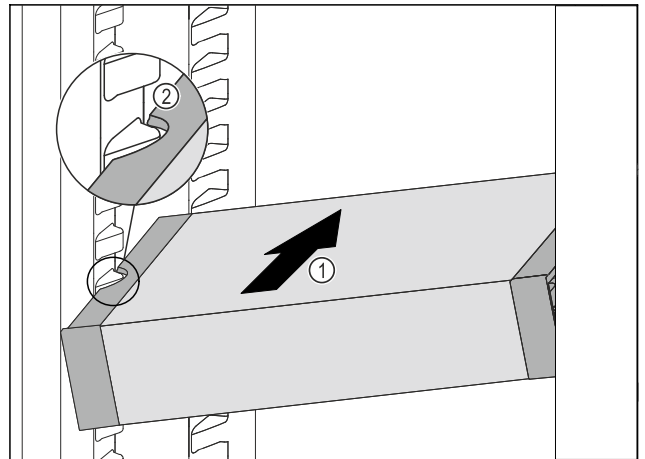

Fig. 82
- Împingeți VarioSafe oblic în frigider Fig. 82 (1), până când degajările laterale Fig. 82 (2) ale VarioSafese află la înălțimea nervurii recipientului din frigider.